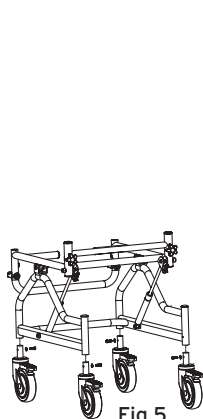

Fig.5
- Instalar las 4 ruedas en el bastidor utilizando el kit de tornillos y la llave suministrados. Las ruedas con freno se deben instalar en la parte posterior del bastidor (Fig.5);